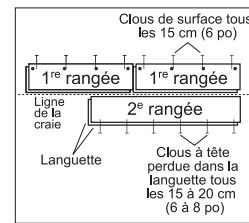

Figure 8
- Si une cloueuse pneumatique est utiliser pour enfoncer des clous perpendiculairement dans la rainure, à 13 mm (1/2 po) de la bordure, à des intervalles de 15 cm (6 po) et à 2,5 à 7,6 cm (1 po à 3 po) de chaque extrémité puis à un angle de 45° dans l'espace pour les clous sur le dessus de la languette à des intervalles de 15 à 20 cm (6 po à 8 po) (Figure 8).
- Si utilisant les clous de finition preà percé les trous de clou avec un foret de 2 mm (1/32 po) approximativement 13 mm (1/2 po) du bord du dos (le sillon), 2,5 à 7,6 cm (1 po à 3 po) de chaque fin, et à des intervalles de 15 cm (6 po) les intervalles. Preà percer au même intervalle, à un angle de 45° dans l'espace pour les clous sur le dessus de la languette (Figure 8). Enfoncez les clous perpendiculairement dans le côté de la rainure, là où des trous ont été pré-percés. Lorsque cela est fait, clouer à clous perdus à un angle de 45° dans la languette de la première rangée. Fixer avec des clous 6 ou 8d. Framer les clous pour qu'ils soient égaux avec la rainure. Utiliser un chasse-clou pour fraiser les clous et éviter de meurtrir le bois.